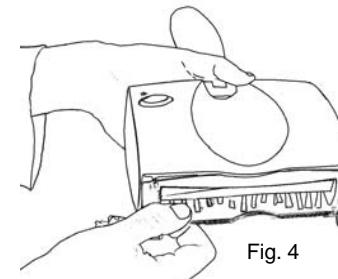
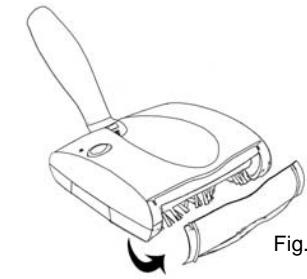

Fig. 4
Fig. 5
4. Desmonte periódicamente la cubierta transparente de la escobilla giratoria del frente de la base del barredor y sáquelo las acumulaciones de pelusa, pelos o fibras a la escobilla. Para sacar la cubierta, agarrarla de abajo y tirar de ella hacia arriba hasta que se desenganche de las ranuras de los costados y de las uñas de encima en el barredor. (Fig. 4, Fig. 5)